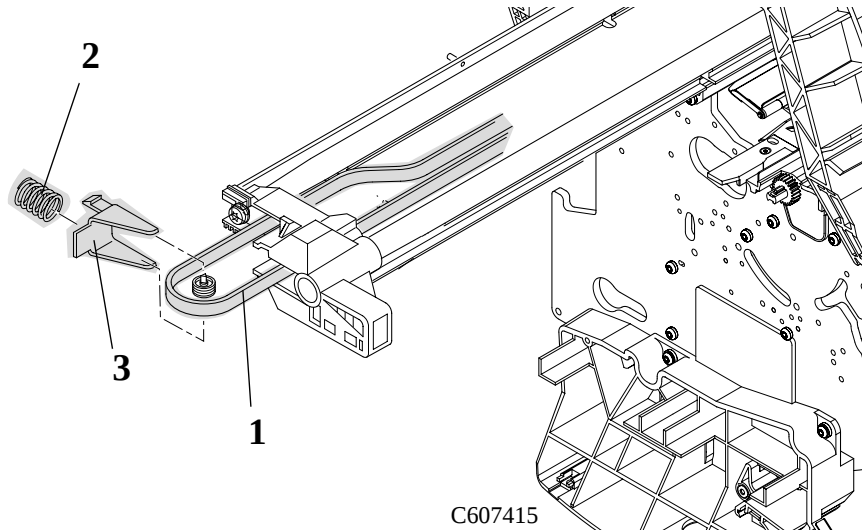

図 44 : キャリッジアッセンブリとベルト
- 9 プリンタの左側で、テンショナ ウェッジクリップ (部品3) を使ってカチッという音がするまでスプリング (部品2) を縮め、ベルト (部品1) にかかっている張力をゆるめます (図44参照)。